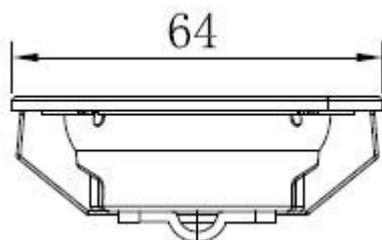
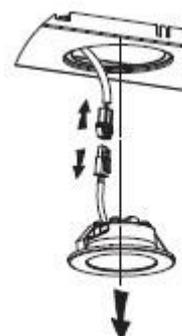

Fig. 1
Fig. 2
- Utilisez un outil ou votre main pour exercer une pression sur le ressort des deux côtés de l'éclairage D.E.L. vers l'intérieur, jusqu'à ce que la lampe soit extraite (voir Fig. 1). Ensuite, tirez légèrement sur le câble de connexion de la lampe et démontez la borne du câble de connexion de la lampe. Voir Fig. 2.